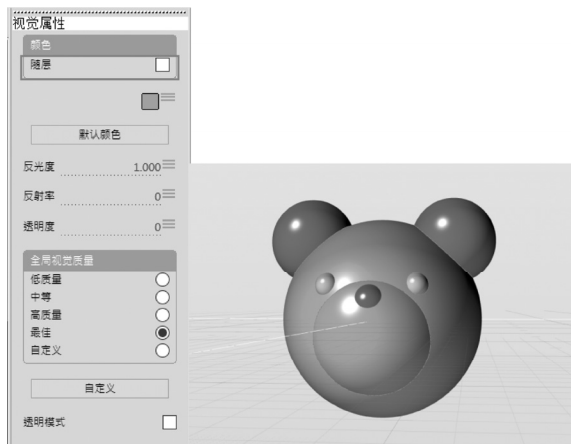

图 4-179 可单独选中面并赋予视觉属性（左）以获得不同的颜色（右）
5) 在后续的渲染环节中, 可以为每个独立面单独赋予材质。本练习中先以模型颜色来区分不同的部分, 操作方法为: 选中一个面, 在全球浏览器的左上角激活“视觉属性”图标 。随后可在控制面板中设置选中面的视觉属性: 取消勾选“随层”复选框并给定其他颜色, 如图 4-179 所示。